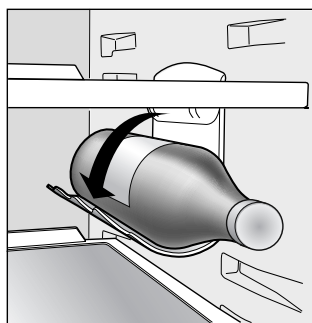
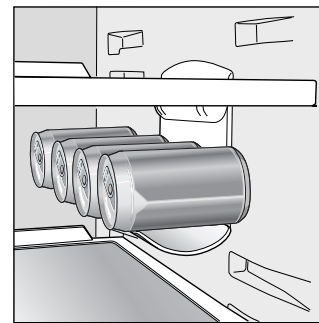

Рис. 3
Рис. 4
Боковая откидная полка для бутылок (J) может использоваться для горизонтального хранения любой бутылки (Рис. 3) или нескольких (2-4-х) консервных банок (Рис. 4). Если полка не используется, ее можно закрыть, освободив место в холодильнике.